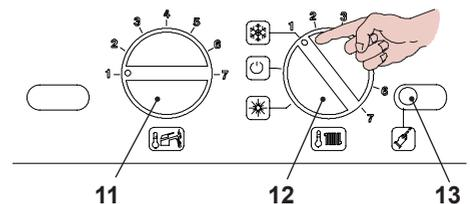

Рис. 5.59
- Установите регуляторы 11 и 12, как показано на рисунке, см. Рис. 5.59.
- Чтобы настроить частоту повторного включения котла, войдите в режим программирования, нажав и удерживая в течение 15 секунд кнопку перезапуска **13**, см. Рис. 5.59, пока на ЖК-дисплее не появится параметр **P01**, на ЖК-дисплее последовательно отобразятся следующие символы (параметр **P01** будет загораться поочередно с ---).
- Нажмите кнопку перезапуска **13**, см. Рис. 5.59, и пролистайте параметры до **P10**, предназначенного для настройки частоты повторного включения котла; на ЖК-дисплее последовательно отобразятся следующие символы (параметр **P10** будет загораться поочередно с **88**).
- Чтобы изменить настройку, поверните регулятор температуры воды горячего водоснабжения **11**, см. Рис. 5.59, и установите его на выбранное время (Рис. 5.63: регулятор установлен на повторное включение через каждые 3 минуты).